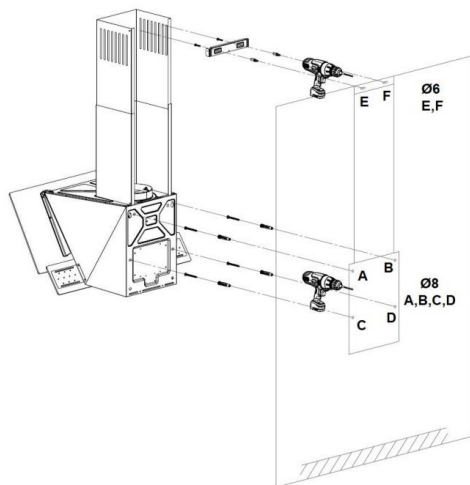

Рисунок 2
1. Просверлите отверстие **Ø8 мм** в стене, используя шаблон для установки, который находится в коробке вместе с монтажным оборудованием, (**A, B, C, D**) и вставьте пластиковые заглушки в эти отверстия **Ø8 мм**. (Рисунок 2).